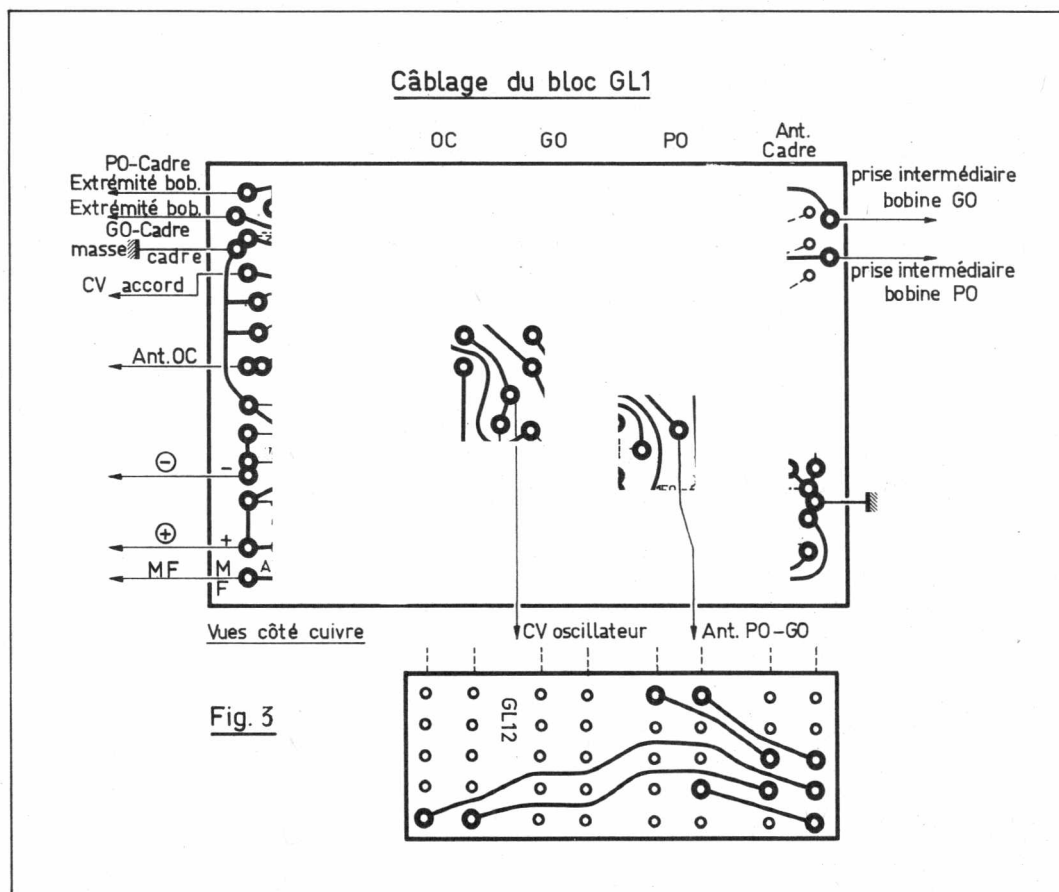

Fig. 3
a) Le module « préamplificateur d'entrée corrigeant selon les normes RIAA, est réalisé sur « un circuit imprimé » (fig. 3). Ce qui est assez remarquable, c'est le nombre de composants (condensateurs, résistances, transistors) logés sur cette plaquette.
La figure 3, montre les points de raccordement avec les éléments du récepteur : Cadre, CV, prises antenne etc...